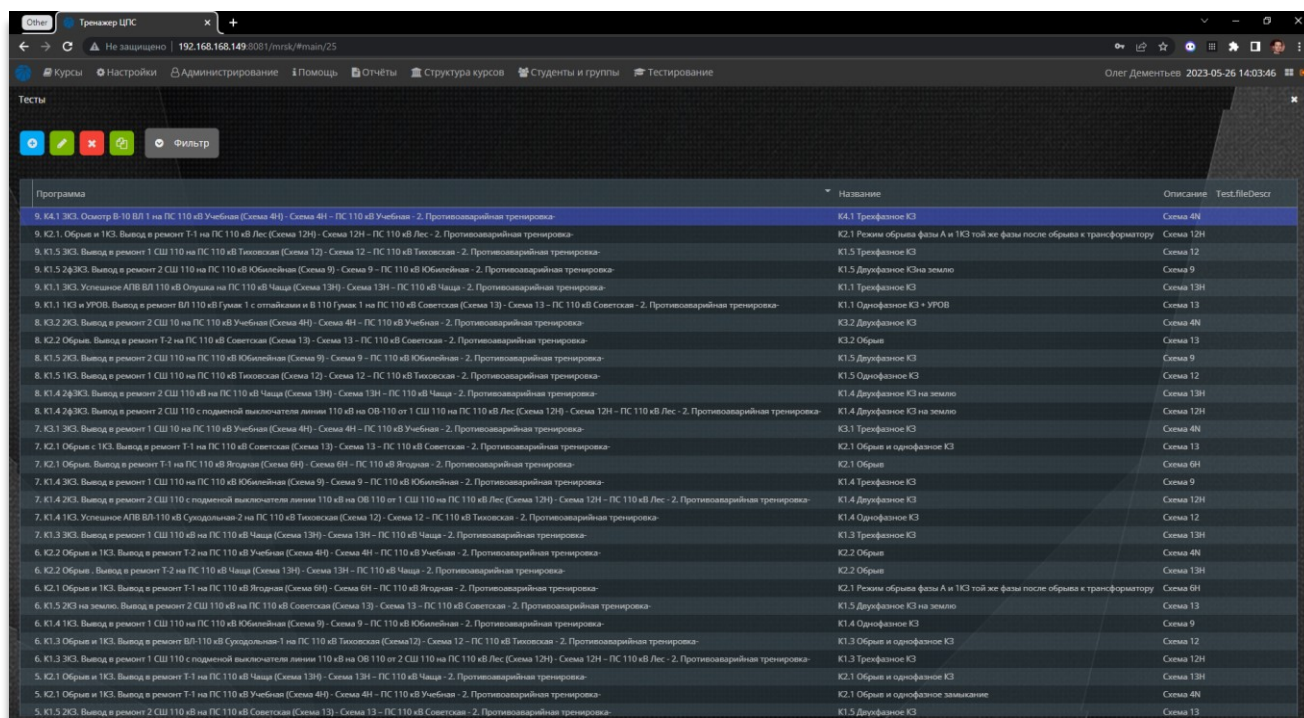

Рисунок 99 – Экранная форма «Список тестов»
- Рисунок 99 - Экранная форма «Список тестов»;